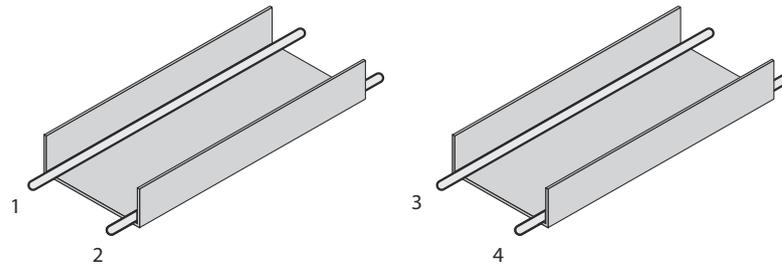
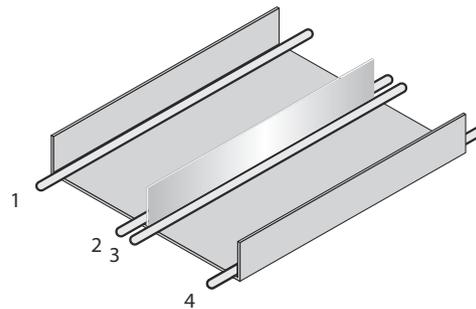

Abbildung 8: Ideale Verlegung - Leitungen in verschiedenen Kabelkanälen verlegen
Abbildung 9: Alternative Verlegung - Leitungen durch metallische Trennung trennen
- ▶ Leitungen der Gruppen 1, 2 und 3, 4 in verschiedenen Kabelkanälen verlegen oder metallische Trennstege verwenden, siehe Abbildung 8 und siehe Abbildung 9. Dies gilt insbesondere, wenn Leitungen von Geräten mit einer hohen Störaussendung, z. B. Frequenzumrichter, parallel zu den Sensorleitungen verlegt sind.